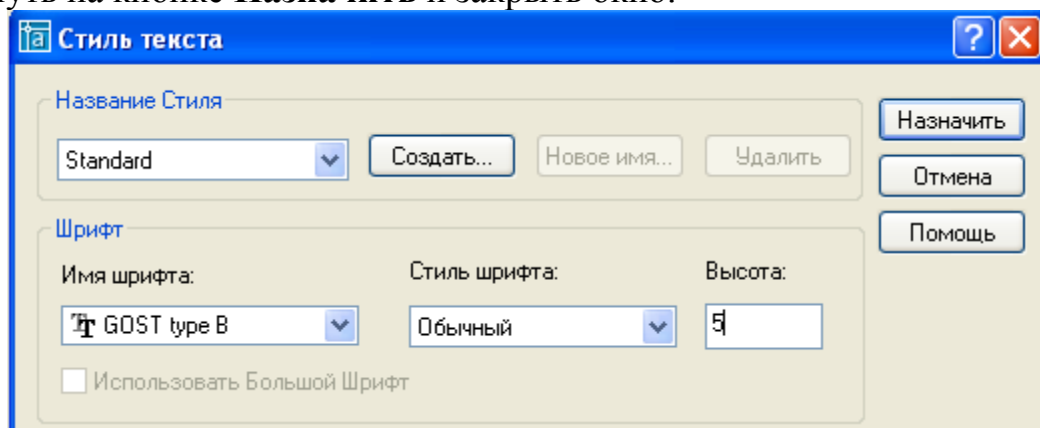

Рис. 38. Определение стиля текста
7. Щелкнуть на кнопке  **Стиль текста** и в открывшемся диалоговом окне (Рис. 38) выбрать имя шрифта **GOST type B**, высоту шрифта задать 5, а затем щелкнуть на кнопке **Назначить** и закрыть окно.